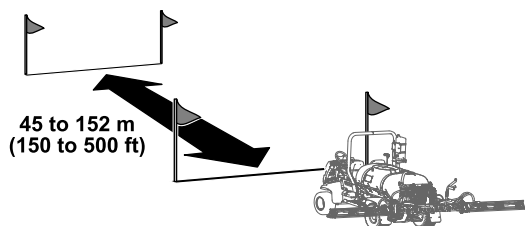

Рисунок 63
5. Нанесите стартовую линию в испытательной зоне газона (Рисунок 63).
- Нажмите кнопку 2 на панели инфо-центра и ведите машину к финишной линии (Рисунок 66 и Рисунок 63).